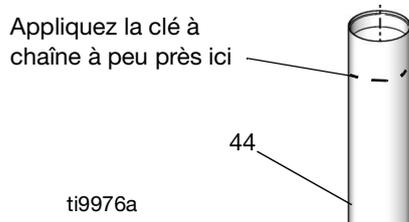
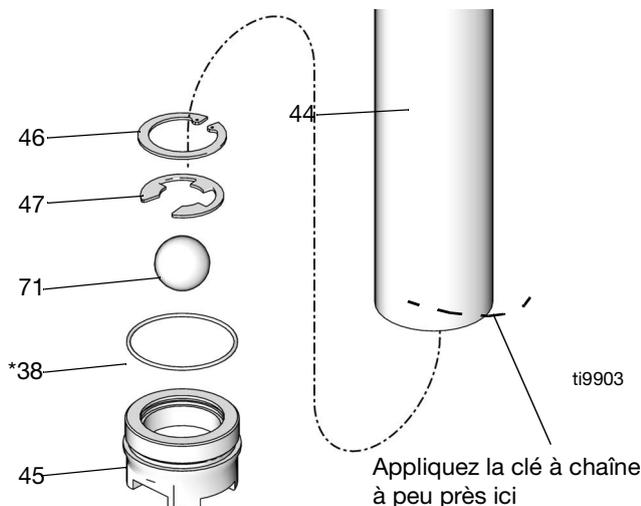

FIG. 16
FIG. 17
2. Utilisez une clé à chaîne près du haut du tuyau d'aspiration, au point indiqué sur la FIG. 16, et une clé sur les méplats du clapet de pied (45) pour desserrer le clapet de pied du tuyau d'aspiration (44). Pour éviter d'endommager le tuyau d'aspiration, n'enlevez pas le clapet de pied jusqu'à ce qu'il soit dit de le faire dans l'étape 4.
Lorsque vous enlevez le tuyau d'aspiration, faites très attention à ne pas le plier, le heurter ou l'endommager. Pour éviter des dommages, n'utilisez la clé à chaîne que sur le haut et sur le bas du tuyau d'aspiration, comme indiqué sur les FIG. 16 et FIG. 17. Ne mettez pas la clé au milieu du tuyau d'aspiration.
3. Avec le clapet à pied toujours en place comme support du tuyau d'aspiration, utilisez une clé à chaîne à proximité du bas du tuyau d'aspiration au point indiqué à la FIG. 17, pour desserrer le tuyau d'aspiration (44) du corps de la pompe (34).
4. Retirez l'ensemble du clapet de pied du tuyau d'aspiration (44).
5. Retirez la bague de retenue (46), le circlip (47), la bille (71) et le joint torique (38*) du clapet de pied (45). Inspectez toutes les pièces à la recherche de dommages. Voir FIG. 17.